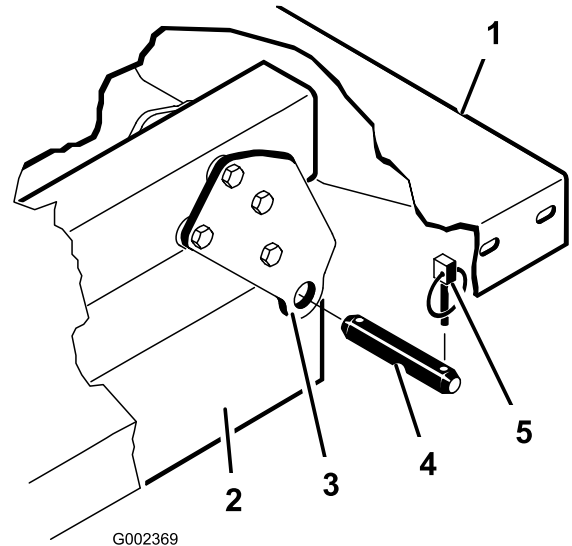

Figura 34
**Nota:** Asegúrese de que las placas de giro traseras están atornilladas al perfil del bastidor de la plataforma con el extremo inferior inclinado hacia atrás (Figura 34).